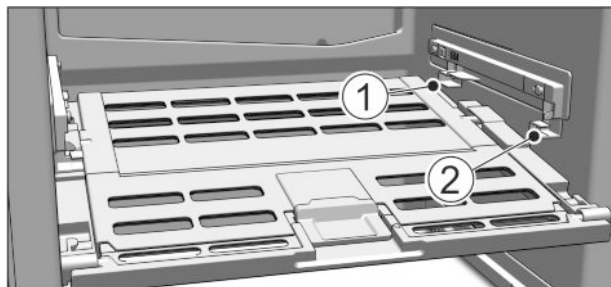

Fig. 73
- A zöldséges & gyümölcsös rekesz fedelének behelyezése: Alulról vezesse be a fedél bordáit a hátsó tartóba Fig. 73 (1), elöl pedig pattintsa be őket a tartóba Fig. 73 (2).